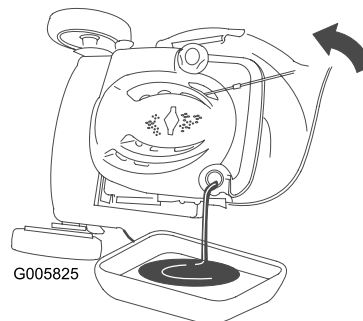

Figura 40
2. Inclinate il tosaerba sul fianco, con il filtro dell'aria in alto, per scaricare l'olio usato attraverso il tubo di riempimento (Figura 40).